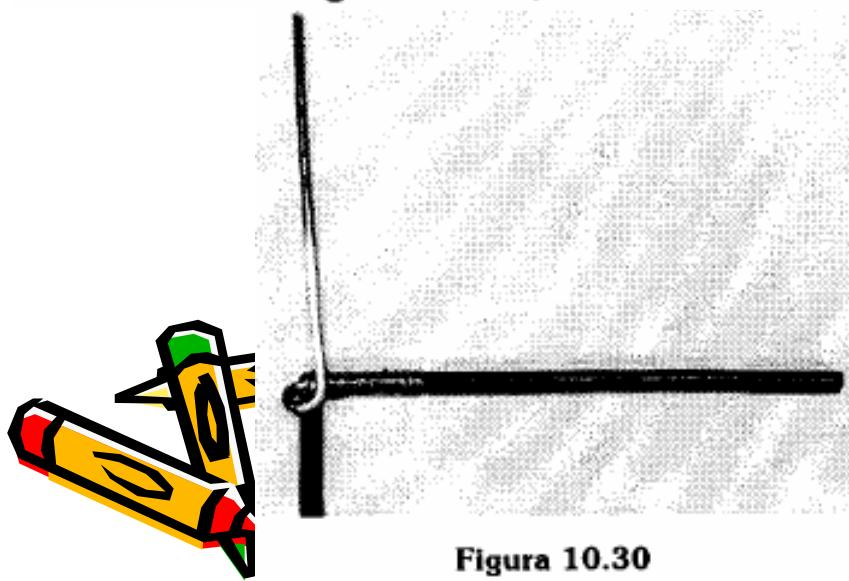

**Figura 10.28**
3. Inicie a emenda pelo condutor flexível, fazendo as espiras até completá-las (**figura 10.28**).